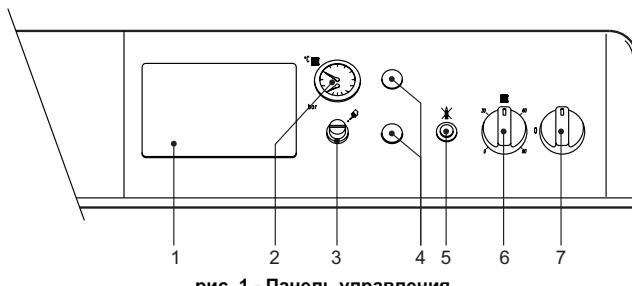

рис. 1 - Панель управления
- Переведите выключатель котла "7" в положение 1 (рис. 1).
Задайте с помощью термостата температуры воздуха в помещении нужную температуру внутри помещения. При поступлении команды от комнатного термостата котел включается, обеспечивая нагревание воды в системе отопления до температуры, заданной регулирующим термостатом 6 di рис. 1. При достижении в помещении желаемой температуры котел выключается.